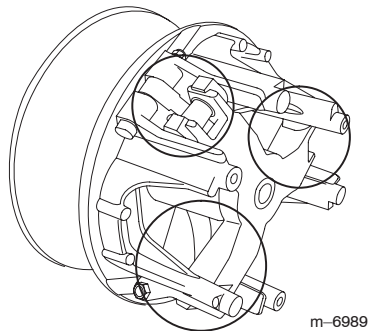

Figura 41
5. Lubrificate le parti in movimento nelle zone contrassegnate da un cerchio nella Figura 41, utilizzando l'aerosol lubrificante a secco Toro (Dry Lubricant Spray) reperibile dal rivenditore o distributore autorizzato Toro di zona.